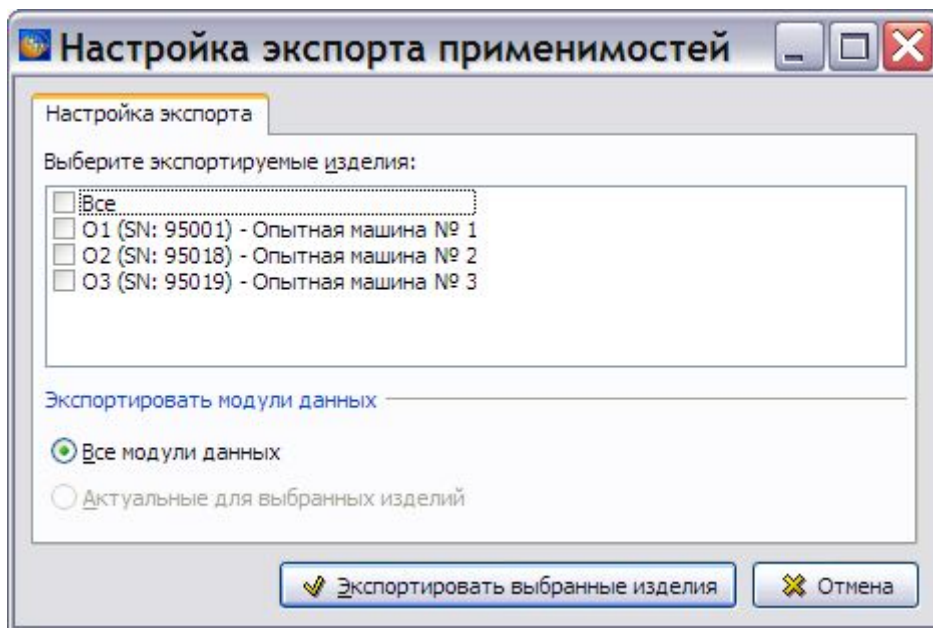

Рис. 8.80
15. Нажмите на кнопку **Экспортировать**. Если в проекте для версий модулей данных заданы применимости, то откроется окно **Настройка экспорта применимостей** (Рис. 8.80). Если в проекте не заданы применимости, то система произведет экспорт публикации.
После выбора параметров нажмите на кнопку **Экспортировать**. Если в проекте для версий модулей данных заданы применимости, то откроется окно **Настройка экспорта применимостей** (Рис. 8.80). Если в проекте не заданы применимости, то *система* произведет экспорт публикации.